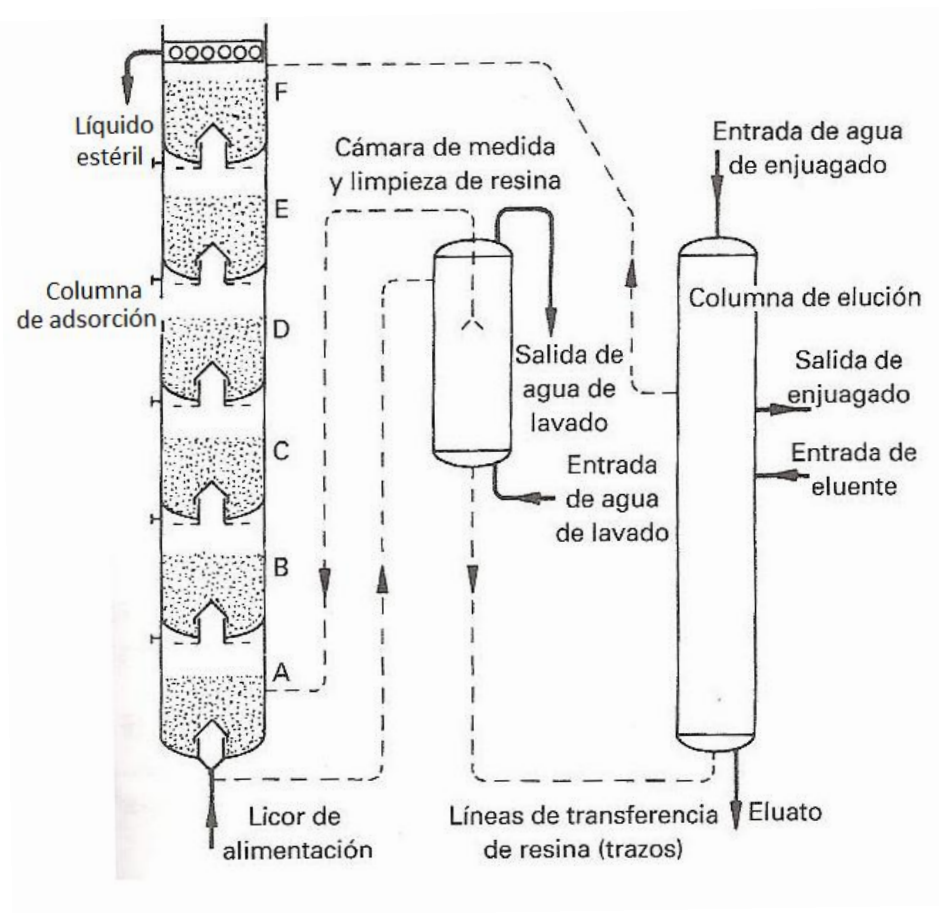

Figura 2.7: Sistema de intercambio iónico continuo Himsley.
Otro sistema de intercambio iónico en continuo lo describe Himsley y Farkas, ver figura 2.7. Se emplea para tratar $1.590 \text{ m}^3/\text{h}$ (7.000 gal/min) de un licor lixiviado de cobre que contiene uranio utilizando columnas construidas con fibra de vidrio de 3,7 m (12 ft) de diámetro. La columna de adsorción está dividida verticalmente en pisos. Se transfieren en continuo cargas de resina de piso a piso sin ninguna interrupción del flujo. Esto se consigue bombeando disolución de un piso (A) a un piso inmediatamente